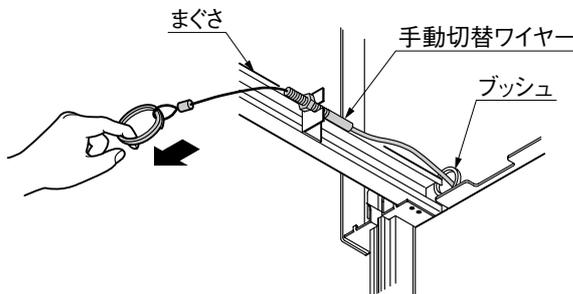

図10-2
- 2** 手動切替ワイヤーを引いて、クラッチを入れてください。(図10-2参照)